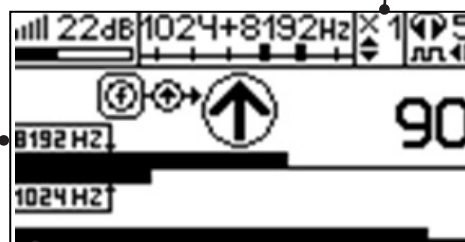

Рис. 7.4
4. «Назначение» производится нажатием кнопки **f** при расположении датчика точно над «выделенной» коммуникацией, считающейся «своей». После этого указатель направления сигнала приобретает вид - (↓). При переходе на «чужую» коммуникацию с другим «направлением сигнала» (или при изменении положения датчика на «обратное») раздастся звук и стрелка покажет «направление сигнала - назад» (↖)» (рис. 7.4)
Методика: Производя трассировку с применением ЭМД на низкой активной частоте (512Гц / 1024Гц) (*см. раздел активный трассопоиск*), наблюдать за уровнем сигнала. Локальное повышение и резкое уменьшение уровня указывают на вероятность наличия дефекта изоляции. (*рис. 7.4*) При этом величина сигнала может меняться по различным причинам: положение датчика, глубина залегания кабеля, наличие мешающих конструкций. Поэтому таким методом можно обнаружить лишь «низкоомные» дефекты сопротивлением менее 1кОм.